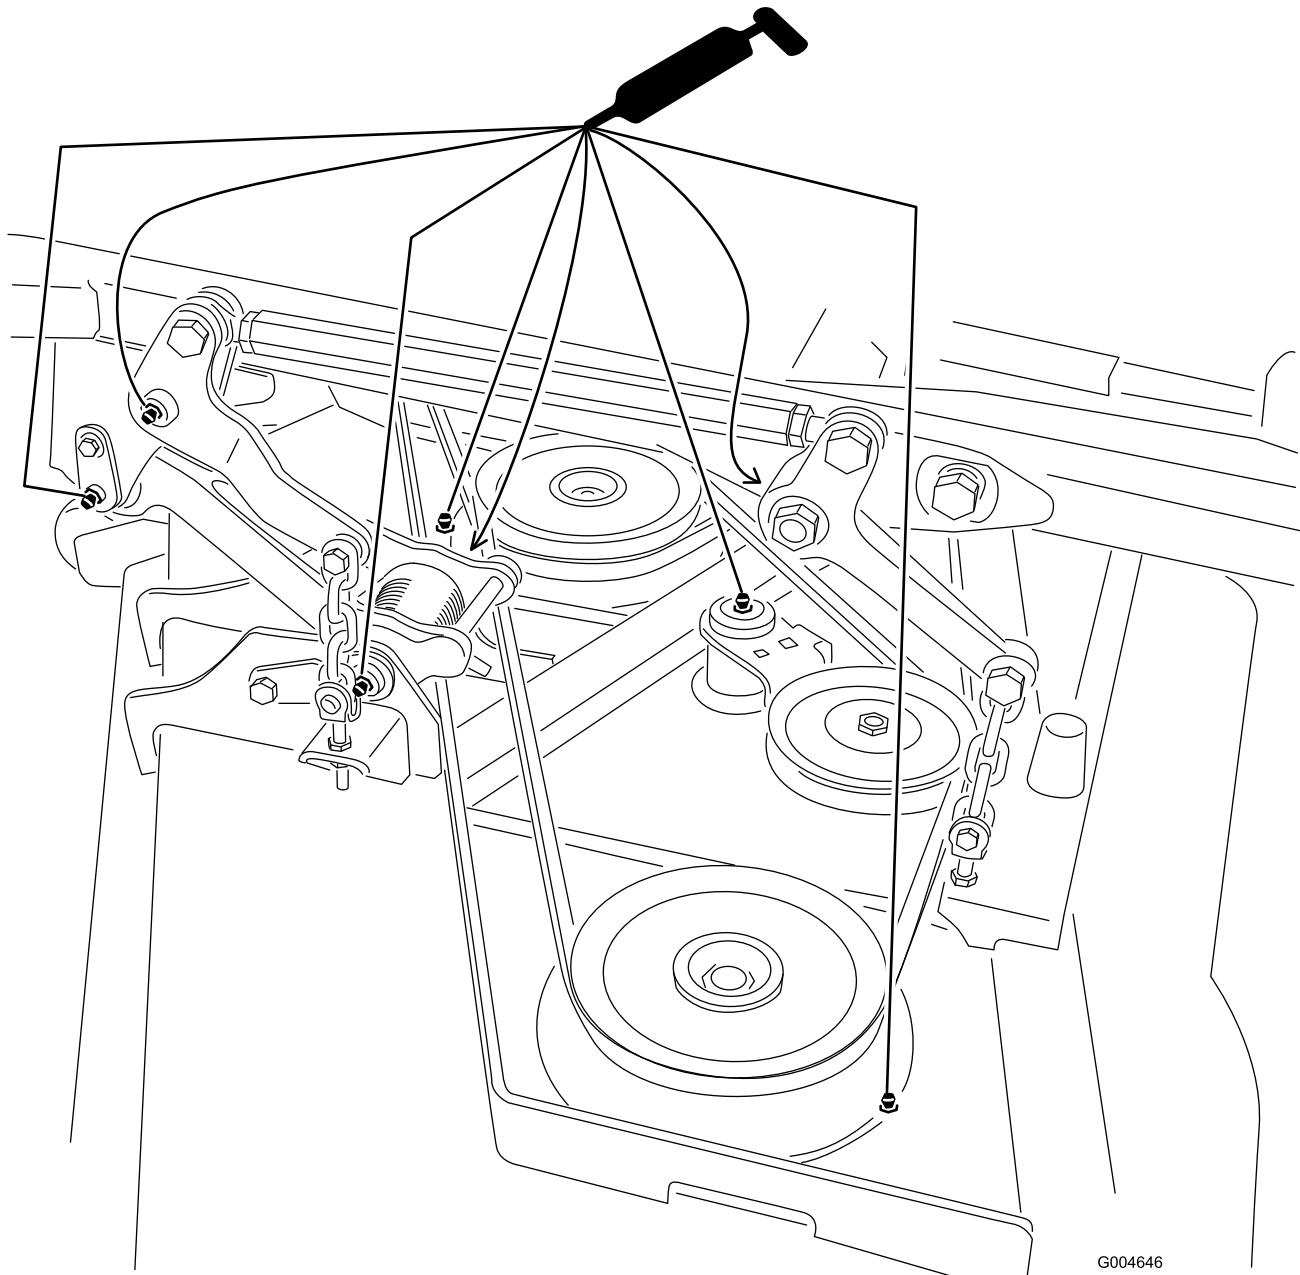

Figura 62
**Figura 61** e **Figura 62** illustrano la posizione dei raccordi d'ingrassaggio.